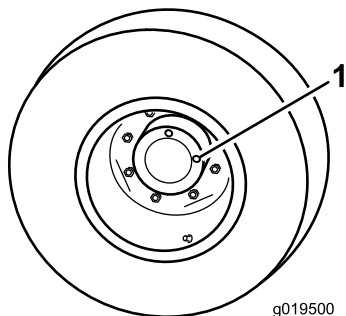

Figure 61
1. Amenez la machine sur une surface plane et horizontale, tournez la roue de sorte qu'un bouchon de contrôle (Figure 61) soit à la position 12 heures et l'autre à la position 3 heures.
2. Retirez le bouchon qui est à la position 3 heures (Figure 61). Le liquide doit arriver à 6 mm de l'orifice du bouchon de contrôle.